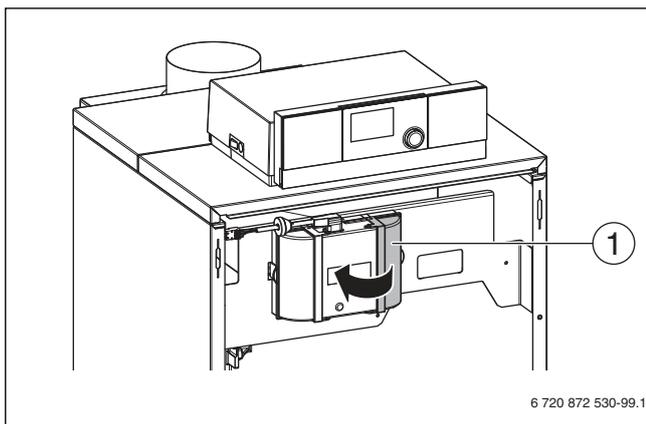

Рис. 52 Открытие крышки автомата управления горелкой
- ▶ Откройте правую крышку (→ Рис. 52, [1]) автомата управления горелкой.